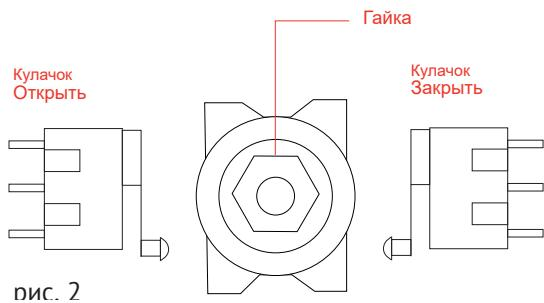

рис. 2
- вращая кулачки (желтый- открытие, красный- закрытие) установите их таким образом, чтобы кулачок зажимал нужный микр выключатель в требуемом положении (рис. 2);